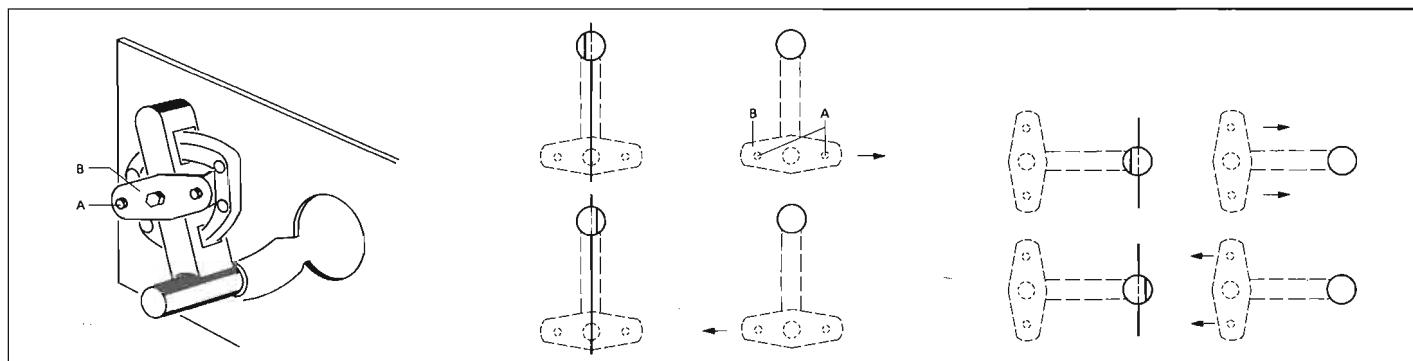

Fig. 4.13
→ Fig. 4.13
- 2 Schrauben [A] lösen bis sich die Lagerplatte [B] verschieben lässt. (Fig. 4.13)
- Die Lage der Lagerplatte gemäss Fig. 4.13 korrigieren.